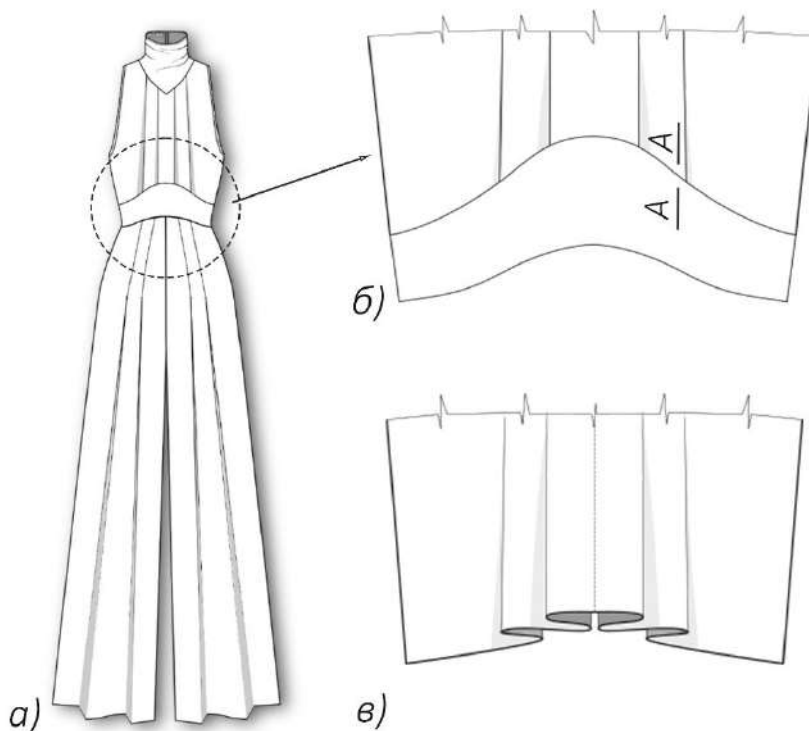

Рисунок 4 – Фрагмент технического рисунка комбинезона «Втачной пояс»:
1. Выполнить чертеж необходимых лекал фрагмента технологического узла «Втачной пояс» (рис.4) заданной модели женского комбинезона в натуральную величину в графическом редакторе NanoCad. А именно: соединение передней части фигурного пояса с полочкой.
## Третий этап: Изготовление (пошив) образца фрагмента заданной модели (рис. 4) Общие рекомендации